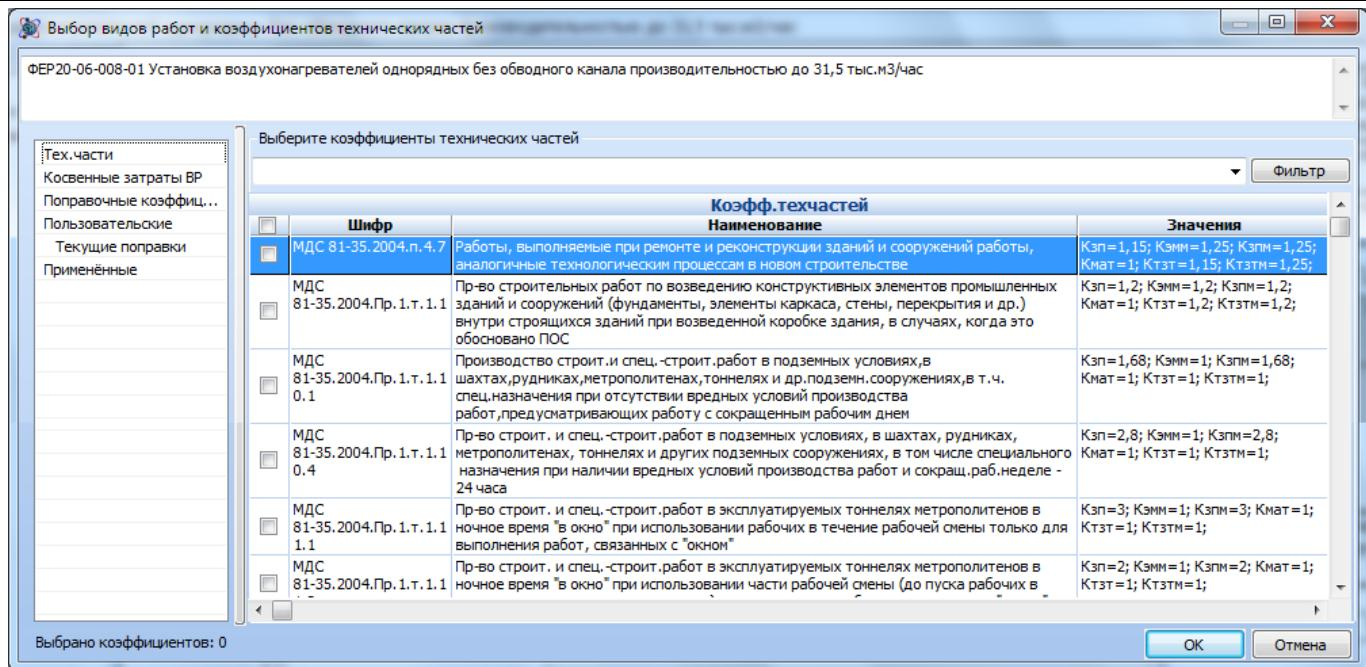

Рис. 3.10 Диалоговое окно База коэффициентов
2. В открывшемся диалоговом окне **База коэффициентов** (рис. 3.10) при помощи флагов выбрать нужные коэффициенты;